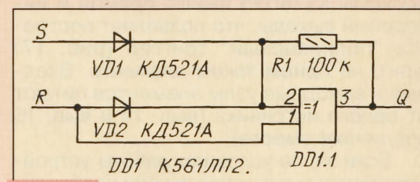
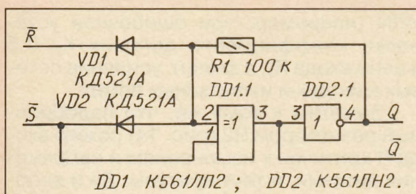

Рис. 15
Рис. 16
**RS-триггер на элементе ИСКЛЮЧАЮЩЕЕ ИЛИ, двух входах и резисторе.** Рассмотрим схему триггера на рис. 15. В режиме хранения информации на входах триггера поддерживают низкий уровень. При этом, как уже было сказано, элемент работает повторителем, а ОС через резистор R1 положительна.
Таким образом, в триггере по схеме на рис. 15 резистор R1 обеспечивает положительную ОС, диод VD1 подключает вход S к элементу при установке триггера в состояние 1 и отключает его в режиме хранения, диод VD2 поддерживает примерное равенство значений напряжения на входах элемента при подаче единичного импульса на вход R и участвует в процессе переключения триггера в состояние 0.
Триггер, аналогичный рассмотренному, но с инверсными входами и двумя выходами Q и  $\bar{Q}$ , образуется при добавлении одного инвертора (рис. 16). Здесь имеет приоритет вход S. Сопротивление резистора R1 в триггерах по схеме на рис. 15 и 16 можно варьировать в пределах от 10 кОм до 1 МОм.